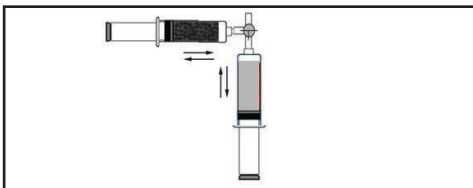

Figura 11.
- 2.5 Miscelare delicatamente spingendo lentamente il contenuto da una siringa all'altra. Miscelare la soluzione fino alla sospensione delle microsfere (Figura 11).